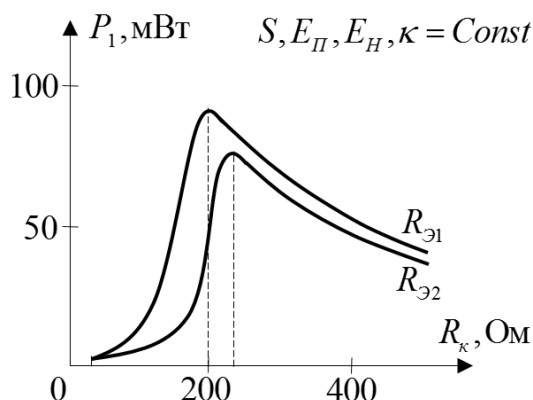

Рис.1.26
**1.62.** Какая нагрузочная характеристика  $P_1(R_k)$  на рис.1.26 соответствует большему  $R_э$ ? Определить  $I_{к1\text{ кр}}, U_{к\text{ кр}}$  для обоих значений  $R_э$ . Изобразить характер зависимостей  $I_{к1}, U_{к1}(R_k)$  для двух  $R_э$ .